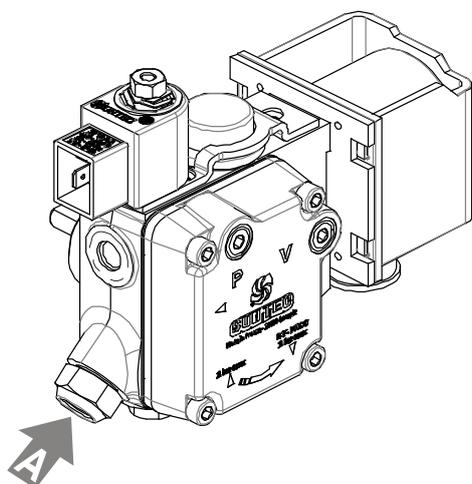

figura 19
- Desenroscar el tornillo de presión P (figura 19) y conectar en dicha toma un manómetro sin utilizar latiguillo y conectar el analizador de combustión en el conducto de humos.
| <ul style="list-style-type: none"> • Comprobar que la lectura de presión del manómetro que se montado en la bomba de combustible sea 9 bar. En caso contrario actuar sobre el tornillo A (figura 19) en sentido horario para aumentar la presión o en sentido anti-horario para disminuirla. • Una vez conseguida la presión de 9 bar se debe comprobar el valor de CO₂ que nos indica el analizador de combustión. Este valor debe de estar comprendido entre 10,5 y 11,5. En caso contrario actuar sobre el potenciómetro del circuito de modulación (figura 20) en sentido horario para aumentar el valor o en sentido anti-horario para disminuirlo hasta alcanzar un valor dentro del rango anterior. | | |